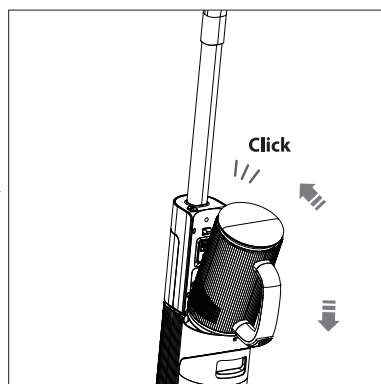

Fig. 28 – Insérer le groupe moteur
- ▶ Poussez doucement le groupe moteur dans l'appareil jusqu'à ce qu'il s'enclenche de manière audible (voir Fig. 28).